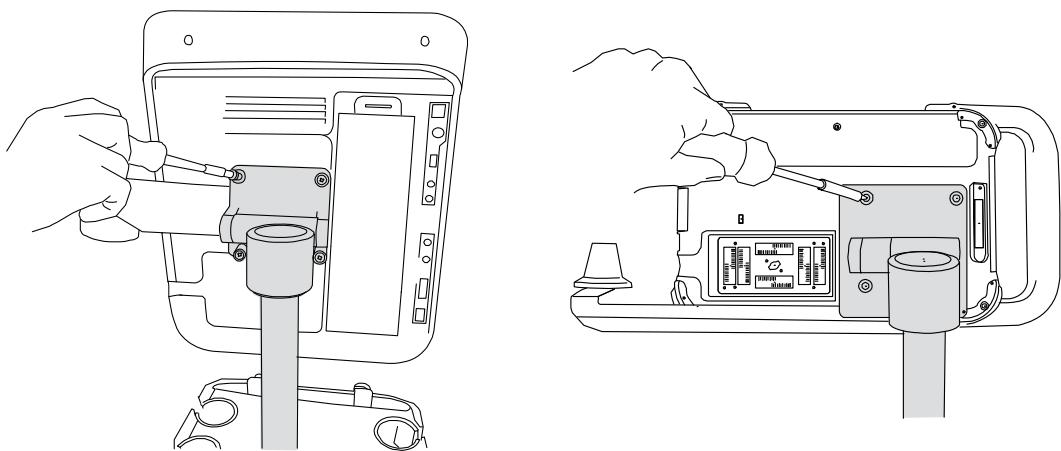

Figura 3 Avvitare le viti sulla piastra di montaggio: S Series (sulla sinistra) e NanoMaxx (sulla destra)
- 4** Avvitare le viti nei quattro angoli fino a fissare il sistema alla piastra. Stringere con un cacciavite Phillips. Vedere Figura 3.
- 1** Sostenere il sistema per ecografia e allentare le viti nei quattro angoli della piastra di montaggio. Se necessario, utilizzare un cacciavite Phillips. Vedere Figura 3.